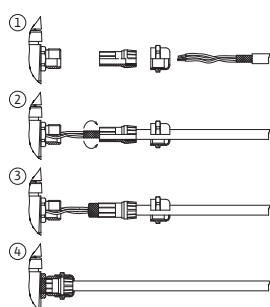

Fig. 25: Podpera tienenia
Tienenie sa pripája na káblový priechodku na elektronický modul. Pozri Fig. 25.
Káble digitálnych vstupov, analógových vstupov a komunikácie cez zbernicu sa musia zatieniť cez kovovú káblovú priechodku káblového vstupu (Fig. 19, pol. 4, 5 a 6). Tienenie pozri Fig. 25.
1. Háčiky (Fig. 25) otvorte opatrne pomocou náradia (napr. skrutkovača).